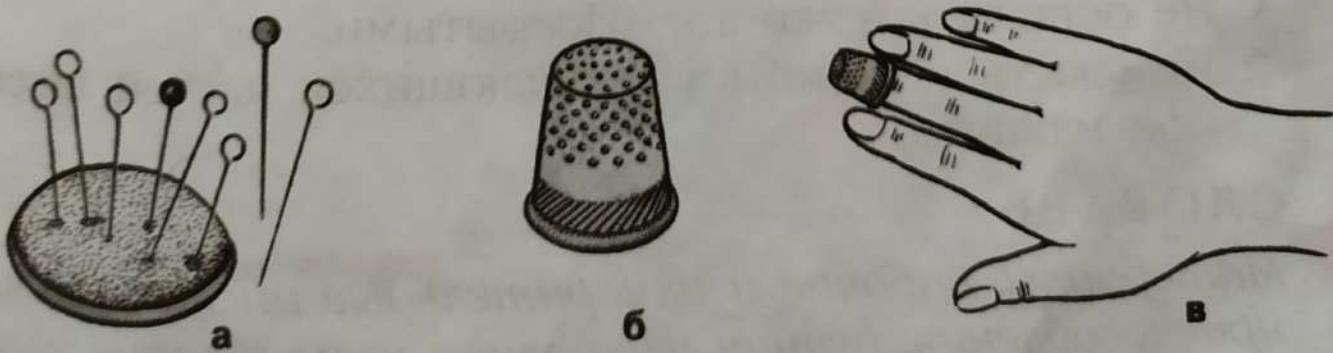

Рисунок 5. Приспособления для швейных работ:
**Приспособления.** Для швейных работ это булавки и напёрсток (рисунок 5).